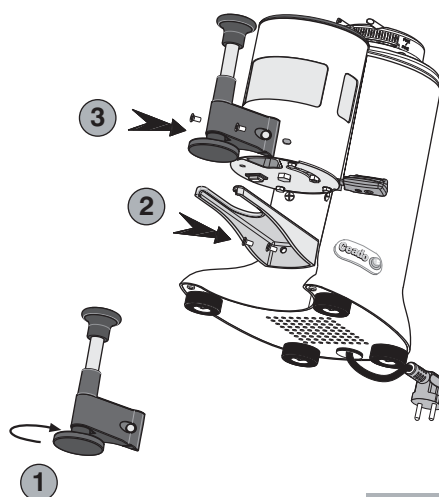

Fig. 14
- 2** Scegliere il diametro del pressino adatto (53, 54,5 o 57,5 mm) per il porta filtro della macchina per caffè in vostro possesso e fissarlo all'asta del pressino telescopico (1, Fig. 14).
- 3** Posizionare la forcella di appoggio lunga fornita assieme al pressino telescopico e fissarla utilizzando le stesse viti di fissaggio della forcella corta smontata precedentemente (2, Fig. 14).
- 4** Posizionare il pressino telescopico e fissarlo utilizzando le viti in dotazione (3, Fig. 14).
| 4 | Support fork | 19 | Telescopic press and its long support fork (optional) (see also Fig. 14) |